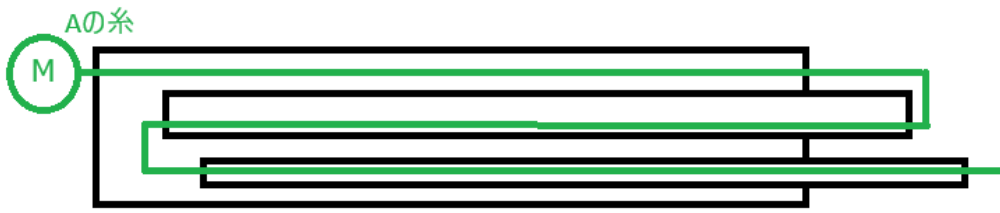

図 1
この機構を細かく説明していく。これは、図1のように、なっている。①の糸を引くと1段目の滑車上がる。そして、1段目の滑車上がりきると、2段目の滑車上がり始める。普通なら、糸を引くと滑車が下がる。しかし、この機構は、糸を引くと伸びて行く。その理由は、糸を引くと、1段目の滑車と2段目の滑車にかけられている糸の長さが短くなるからだ。この機構を生かし、このメカは、3段全部伸ばすと、約1000ミリまでの高さまで上げられる。